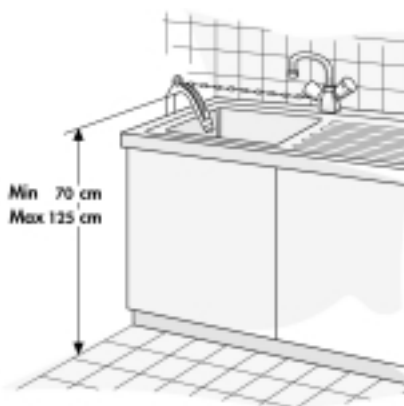

Fig. 2
2. Fixe a mangueira de escoamento ao sifão ou fixe-a ao lava loiças ou à banheira com o cotovelo (Fig. 2). Os lavatórios normais não tem capacidade para as descargas da máquina. A extremidade da tina deve ser estar a uma altura máxima de 125 cm do solo.
Certifique-se que não existem dobras ao longo da mangueira de escoamento e previna-se contra a sua eventual caída quando a máquina estiver a funcionar (Fig. 2).